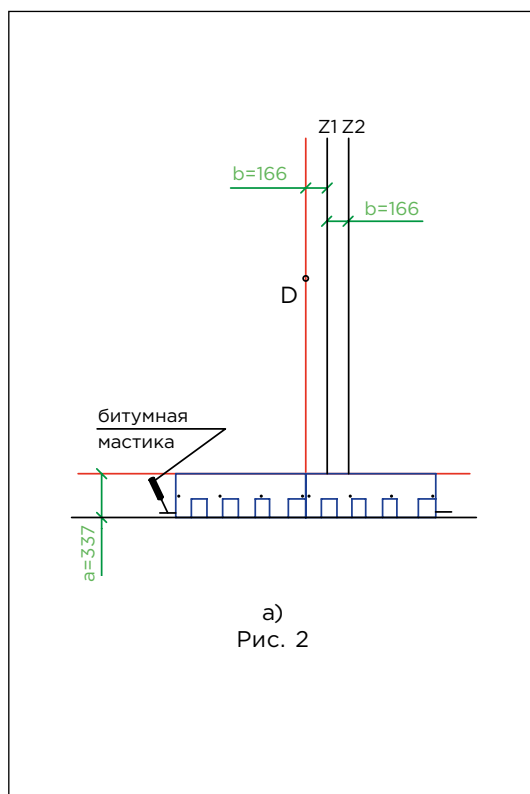

Рис. 2
Укладка материала (рис. 2)
- первый ряд черепицы укладывается от линии AD (рис. 2а);
- второй ряд укладывается от линии Z1 (со смещением 166 мм от AD) (рис. 2б);
- третий ряд укладывается от линии Z2 (со смещением 166 мм от Z1) (рис. 2б);
- четвертый ряд — от линии Z1 (рис. 2б);
- пятый ряд — от линии AD (рис. 2б);
Длина гвоздей зависит от толщины сплошного основания, а также от количества слоев гибкой черепицы. Каждый лист черепицы крепится 5 гвоздями в штатных местах таким образом, чтобы гвоздь прошивал обе части двухслойного листа черепицы, а также верхний край нижележащего листа черепицы (рис. 2а, б).